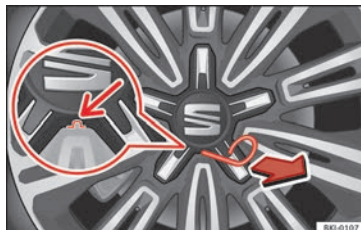

Fig. 77 Démontez l'enjoliveur central de roue.
- Accrochez le crochet métallique (outillage de bord »» fig. 75 ⑥) dans le logement prévu à cet effet »» fig. 77.
- Tirez dessus pour démonter l'enjoliveur »» fig. 77.